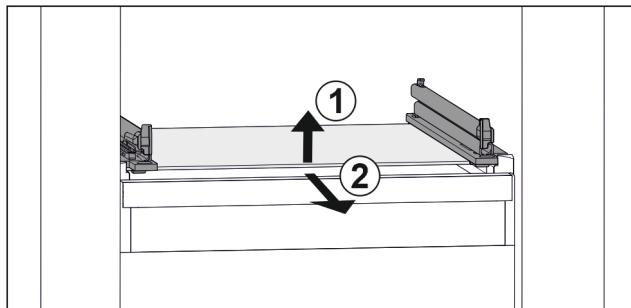

Fig. 82 Приближене відображення скляної пластини
- Підняти скляну пластину спереду. Fig. 82 (1)
- Вийняти скляну пластину рухом вперед. Fig. 82 (2)